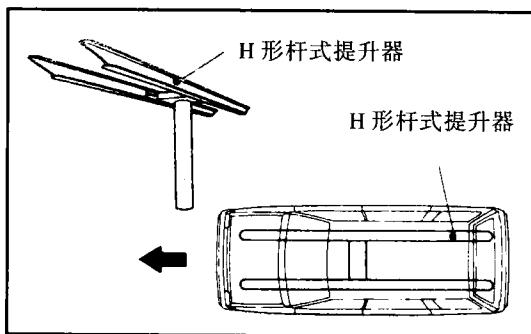

图 0-13
①把汽车放在 H 形杆式提升器上(相同方向),如图 0-13 所示。